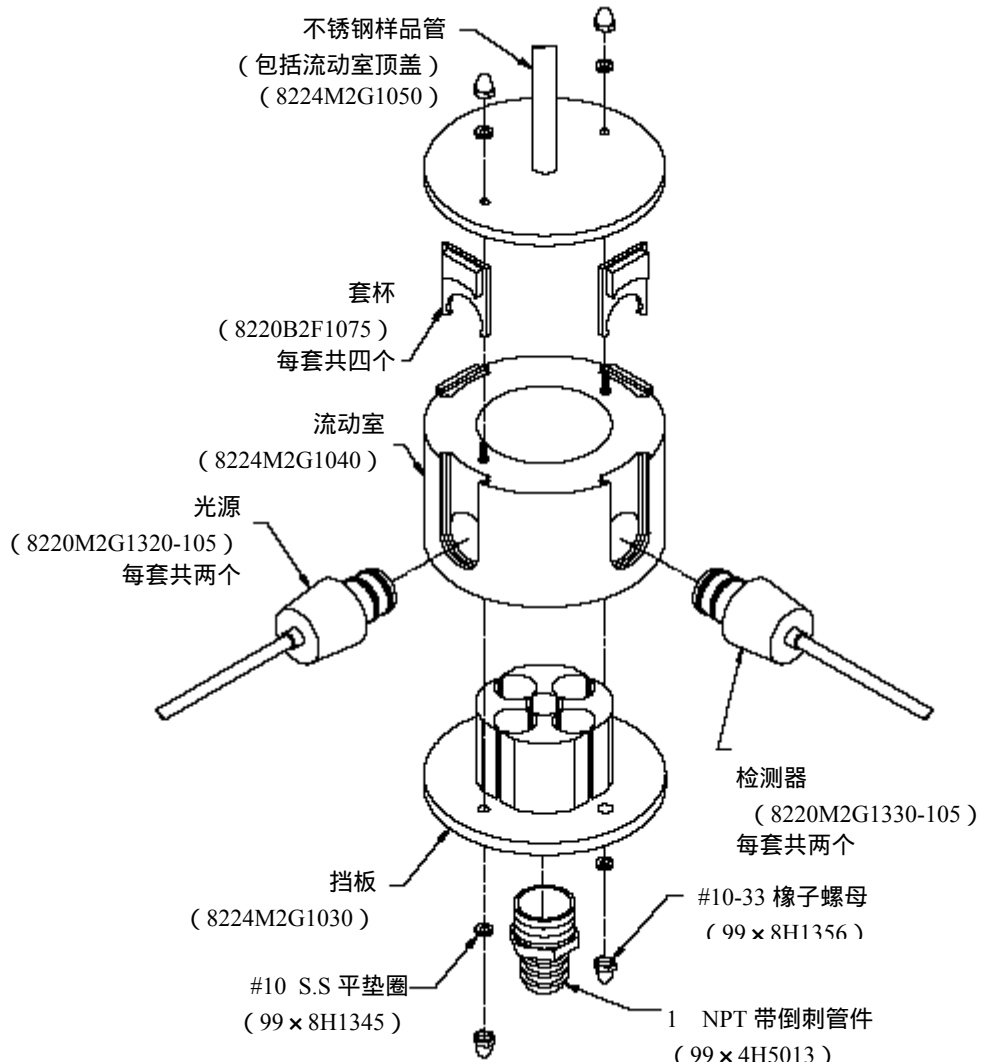

图 3-2 传感器流动室组件详图
3. 通过旋松底部的两个低帽“橡子”螺母从传感器流动室上拆下挡板 (详见图 3-2)。使用一个 3/8 英寸的开口扳手或者一个可调扳